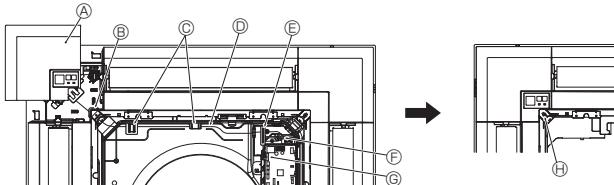

Fig. 9-9
9.4.5. Montering av signalmottagare (Fig. 9-9)